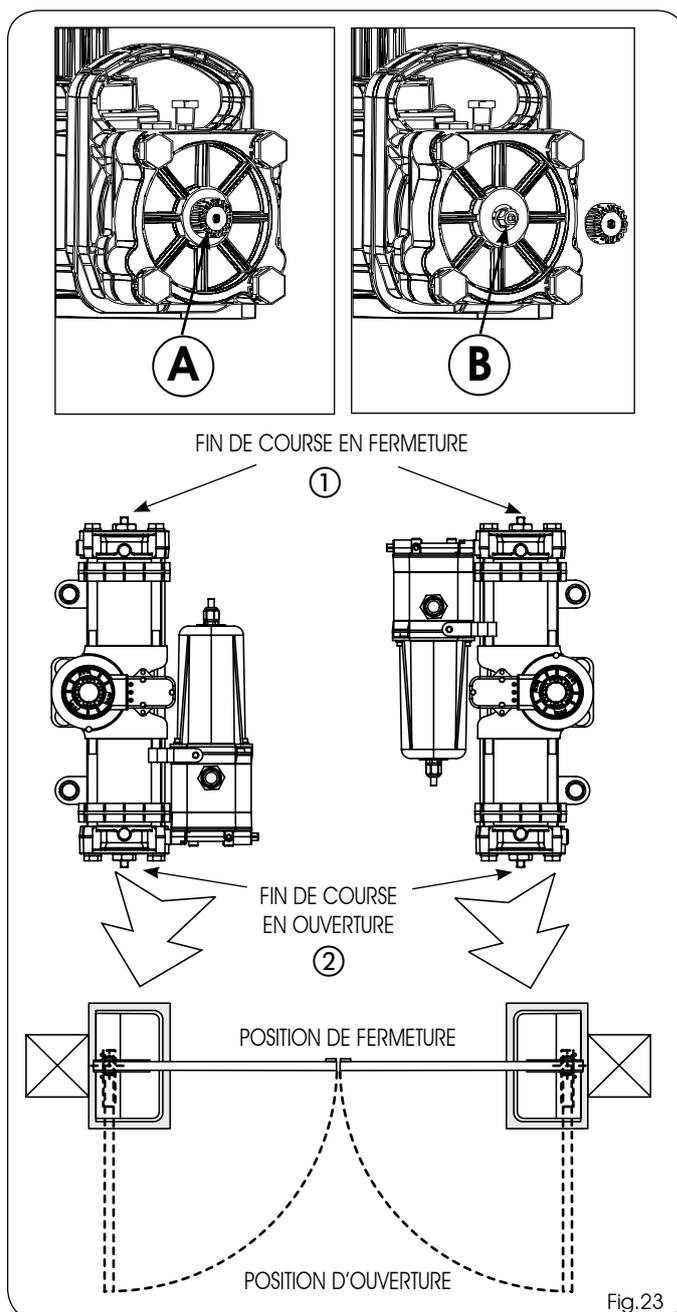

Fig.23
3) Dévisser sur l'opérateur le bouchon (Fig.23 réf.A) de la vis de fin de course en fermeture (Fig.23 réf.①)
5) Visser le bouchon (Fig.23 réf. A) de la vis de fin de course.
7) Dévisser le bouchon (Fig.23 réf. A) de la vis de fin de course d'ouverture (Fig.23 réf.②).
8) DÉVISSER la vis (Fig.23 réf. B) de fin de course en ouverture (Fig.23 réf. ②), jusqu'à ce que l'actionnement du vantail commence son mouvement.